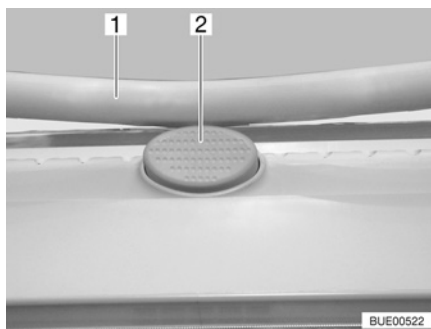

Bild 36 Låsknapp på Heki-takluckan
- Tryck på låsknappen (Bild 36,2) och dra ner bygel (Bild 36,1) med båda händerna.
- Tryck bygel uppåt med båda händerna tills bygel ligger ovanför låsknappen (Bild 36,2).